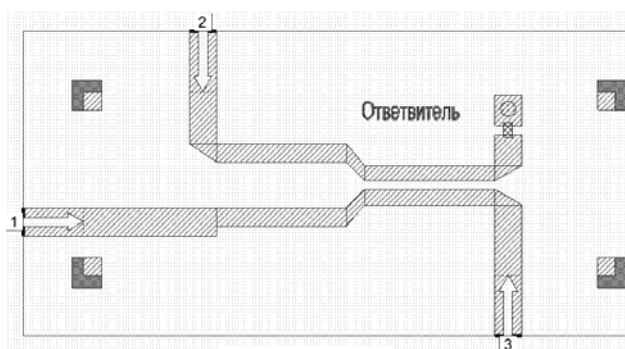
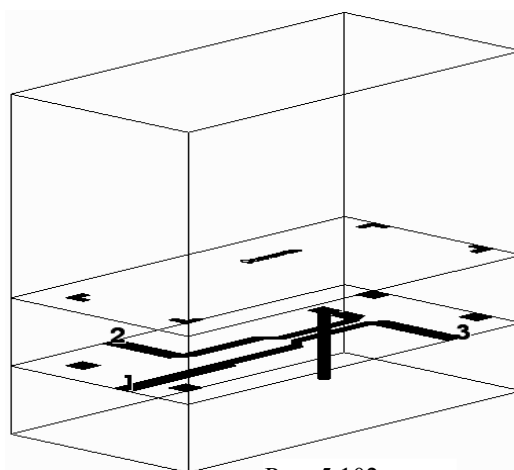

Рис. 5.101
Рис. 5.102
2. Щёлкните по значку **Polygon** на панели инструментов. Установите курсор на верхний левый угол прямоугольного реперного знака на третьем слое диэлектрика и щёлкните левой кнопкой мышки. Затем перемещайте курсор, щёлкая мышкой после каждого перемещения, следующим образом: на **0.5** вправо, на **0.2** вниз, на **0.3** влево, на **0.3** вниз, на **0.2** влево и здесь дважды щёлкните мышкой, чтобы замкнуть полигон. Щёлкните по значку **Copy** на панели инструментов. Щёлкая по значку **Paste** на панели инструментов и щёлкая правой кнопкой, чтобы развернуть скопированные формы, установите остальные реперные знаки, как показано на рис.5.101.
Полученная структура показана на рис. 5.101, на рис. 5.102 – её трёхмерное отображение.